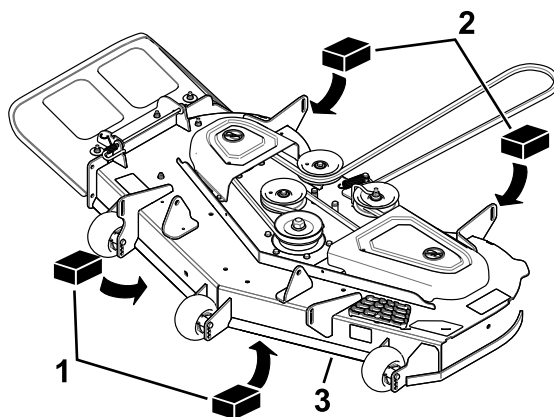

Figure 74
3. Placez 2 cales de 6,6 cm d'épaisseur chacune sous chaque côté du bord avant du plateau de coupe, mais pas sous les supports des galets anti-scalp (Figure 74).
4. Placez deux cales de 7,3 cm d'épaisseur chacune sous le bord arrière de la jupe du plateau de coupe, une de chaque côté (Figure 74).